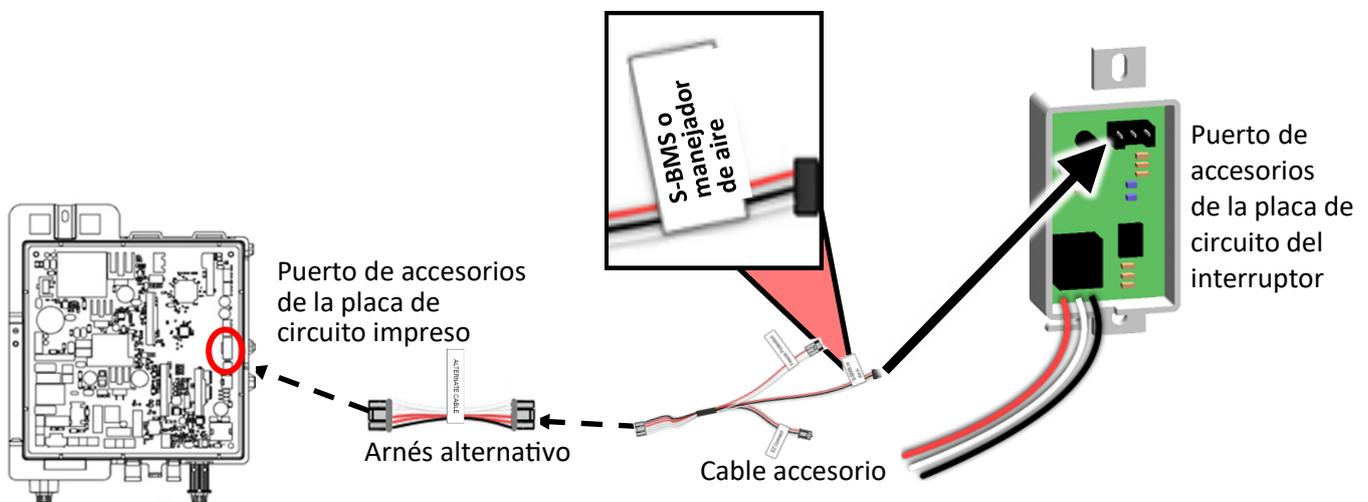

Figura 2: Ensamblaje de la placa de circuito impreso
4. Conecte un extremo del cable alternativo al puerto de accesorios (S-BMS/manejador de aire) en la placa de circuito impreso. Conecte el otro extremo del cable al puerto de accesorios de la **placa de circuito del interruptor** (Figura 2).